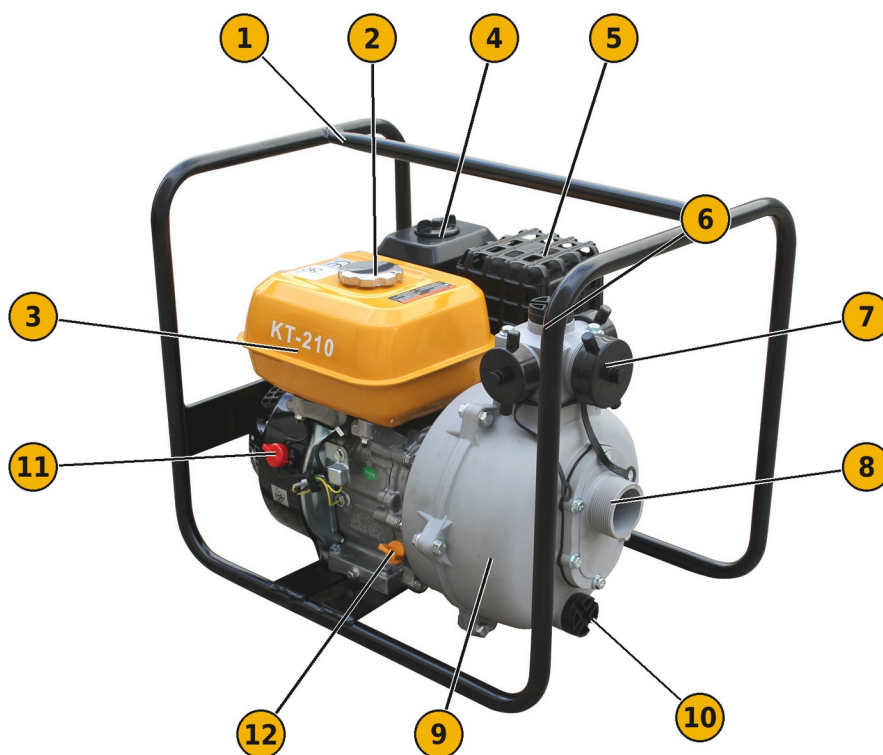

FIG. 2 — Composants principaux (AY-45 KT MP AUT)
- 1) La motopompe étant en position horizontale et le moteur arrêté, retirez le bouchon de remplissage d'huile (FIG. 2, 12).
- 1) Moteur arrêté et froid, retirez le bouchon du réservoir (FIG. 2, 2) et vérifiez le niveau.
Desserrez l'écrou à oreilles, retirez le couvercle du filtre à air (FIG. 2, 4) et vérifiez que l'élément filtrant est propre et en bon état. Nettoyez-le si nécessaire (voir « Entretien »). Ne mettez jamais le moteur en marche sans le filtre à air.
- 1) Moteur arrêté, retirez le bouchon d'amorçage (FIG. 2, 6).